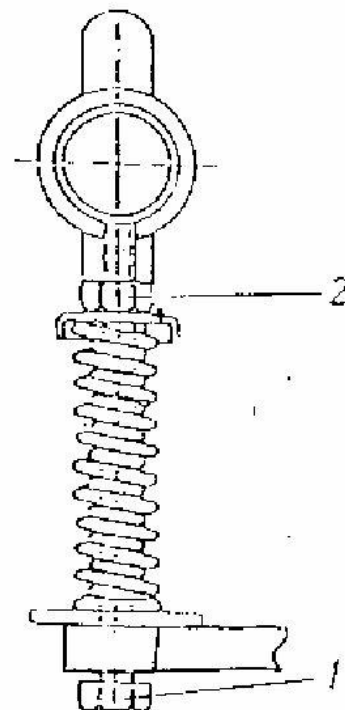

Abb. 18. Spanner des Becherbandes
Das Becherband soll auf eine solche Art und Weise gespannt werden, damit es während des Betriebs bei normal befüllten Auspflanzkammer nicht stoppt. Das Band kann sich nicht seitlich verschieben. Die Spannung des Bandes erfolgt gleichmäßig von beiden Seiten durch das Eindrehen der Schraube (1, Abb.18) in die Mutter (2). Um das Becherband zu entfernen, soll man: